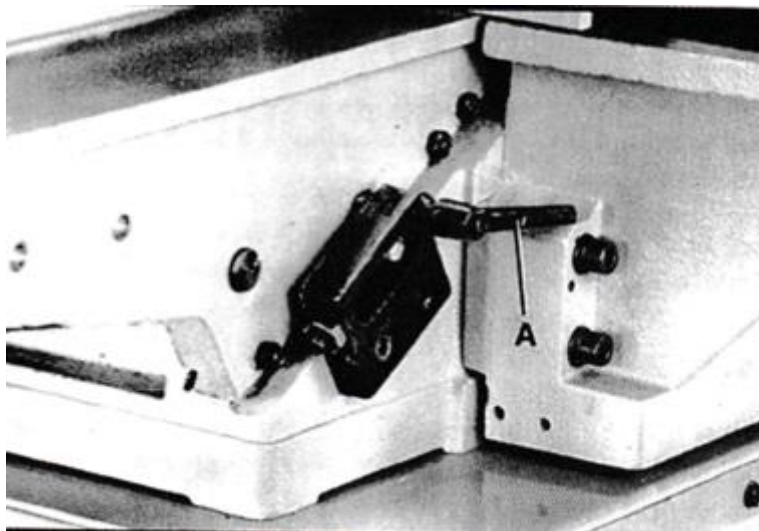

Рис. 20 Стопорная рукоятка стола
1. Для того чтобы поднять или опустить загрузочный стол необходимо открутить стопорную рукоятку стола (А) – Рис. 20, расположенную с задней стороны стола.
4. **ВАЖНО:** перед началом работы всегда проверяйте, чтобы стопорная рукоятка (А) – Рис. 20 стола была затянута. Стопорная рукоятка (А) имеет пружинную нагрузку и может перемещаться посредством вытягивания и установки на зубчатую гайку, расположенную под рукояткой.